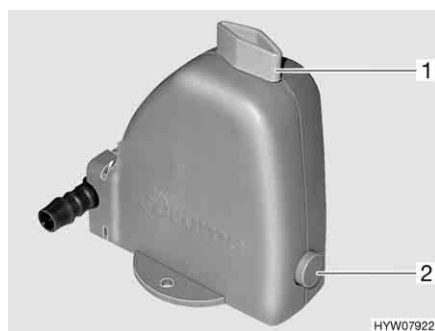

Bild 219 Varmvattenberedarens säkerhets-/avtappningsventil
Varmvattenberedaren är utrustad med en säkerhets-/avtappningsventil (Bild 219). Säkerhets-/avtappningsventilen gör så att vattnet i varmvattenberedaren inte kallar när det är frost och värmen inte är påslagen.
- Säkerhets-/avtappningsventilen stängs. Ställ vredet (Bild 219,1) diagonalt mot säkerhets-/avtappningsventilen och tryck in tryckknappen (Bild 219,2).
- Öppna säkerhets-/avtappningsventil. Vrid då vredet (Bild 219,1) mot säkerhets-/avtappningsventilen. Tryckknappen (Bild 219,2) skjuts ut. Nu töms varmvattenberedaren via säkerhets-/avtappningsventilen utomhus.